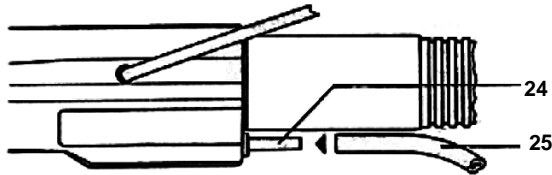

Abb. 13 Externe Schraubenansaugung
Den Druckluftschrauber mit Hülse (24) mit Vakuumschlauch (25) an Vakuumpumpe bzw. Injektor anschließen (siehe Abb. 13).